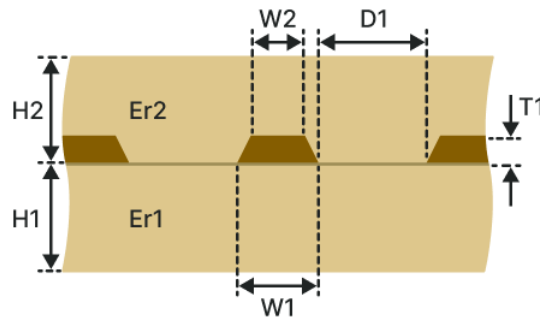

Рис. 161 Копланарная заглубленная ЛП (КЗ-1Н1В)
- Копланарная заглубленная ЛП (КЗ-1Н1В), см. Рис. 161.